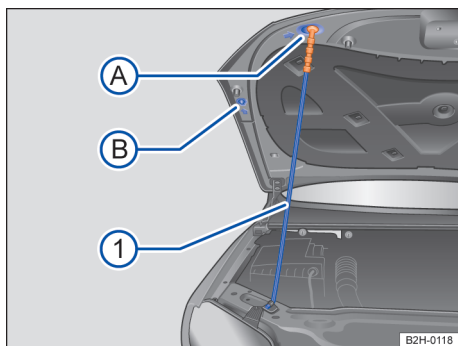

Fig. 172 Fixar a tampa do compartimento do motor com a haste de sustentação.
- Desencaixar a haste de sustentação no punho de cor contrastante, no lado direito do painel dianteiro → Fig. 172 ① → ▲.
- Introduzir a haste de sustentação no punho, na fixação → Fig. 172 ① A ou ① B.